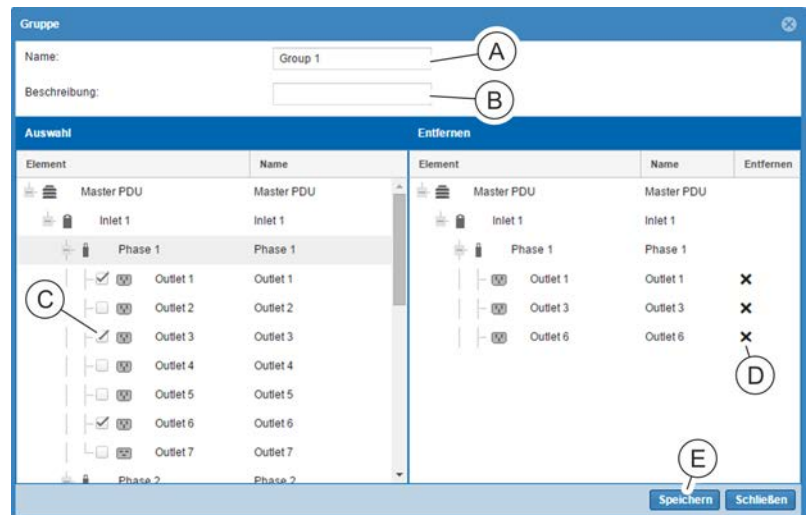

Abb. 203: Fenster "Gruppe"
- ⇒ Es öffnet sich das Fenster "Gruppe" (Abb. 203).
5. ➔ Im Fenster "Gruppe" die Benennung (Abb. 203/Ⓐ) und ggf. die Beschreibung (Abb. 203/Ⓑ) der Gruppe modifizieren.
6. ➔ In der linken Spalte einzelne Steckdosen über die jeweilige Checkbox (Abb. 203/Ⓒ) auswählen.
- 7. ➤ Ggf. einzelne Steckdosen über die Schaltfläche ✕ (Abb. 203/ⓐ) in der rechten Spalte entfernen.
- 8. ➤ Schaltfläche „Speichern“ anklicken, um eine Steckdosen-gruppe zu speichern (Abb. 203/ⓑ).